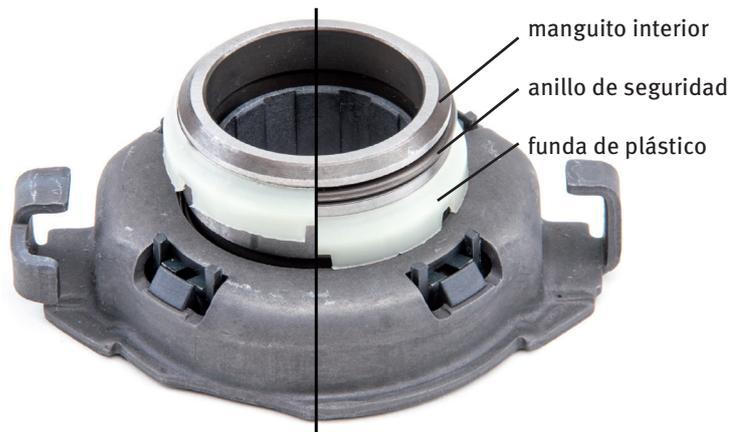
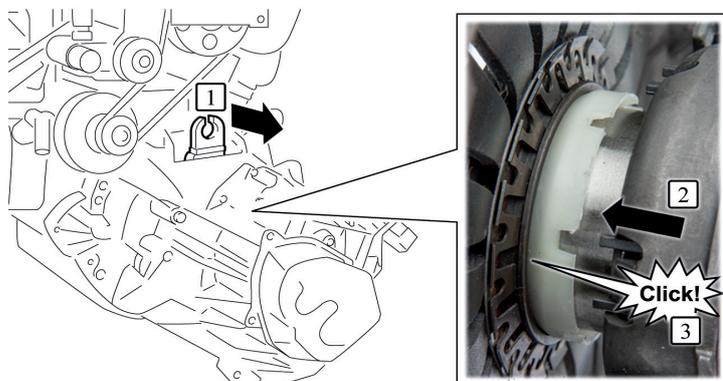

Fig. 3: El anillo de seguridad se pretensa (izquierda) o se libera (derecha) mediante el casquillo de plástico
Fig. 4: Con un fuerte tirón de la palanca de desembrague, el cojinete se bloquea de forma audible en el embrague
4. Tras montar el embrague, el cojinete de desembrague se debe enclipsar mediante la horquilla de desembrague en la placa de presión. Para poder realizar esto de forma indirecta, es decir, desde el exterior, el cojinete está equipado con un clip de seguridad. Este se mantiene recogido mediante un anillo de plástico (fig. 3, izquierda). En cuanto se presiona el cojinete de desembrague contra la placa de presión, el casquillo interior se desliza en el orificio del embrague (diafragma). El anillo de plástico permanece en su posición y libera el clip de seguridad (fig. 3, derecha). A continuación, este encaja de forma audible en el embrague (fig. 4).